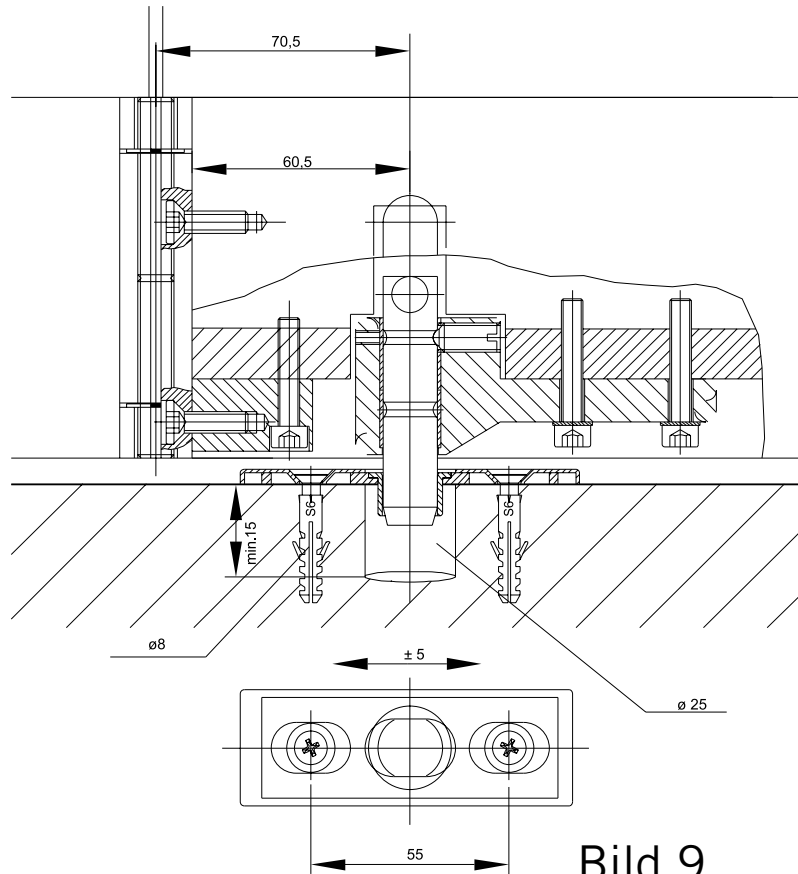

Bild 9
9. (Alternativ zu 8.) Montage verstellbares Schließblech (Bild 9):